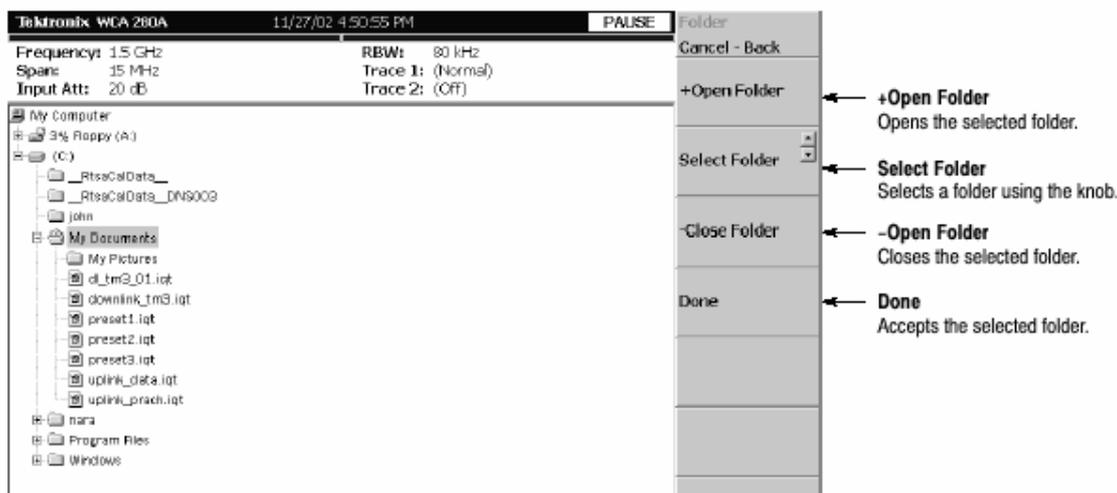

图 3-75 选择文件夹
- b. 使用下列文件菜单项选择目的文件夹 (见图 3-75)